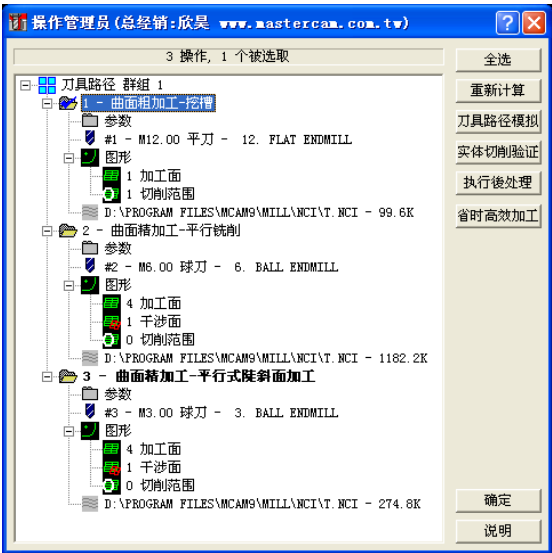

图 1-76 陡斜面加工操作管理员
- 2) 本例加工分为 3 道工序。第一步：曲面挖槽，预留量 0.3；第二步：平行铣削，预留量 0；第三步：陡斜面加工，预留量 0。其中，第一步和第二步方法与前几例基本相同，不同的是“第二步—平行铣削”采用加工面和干涉面的方法来实现，加工工序如图 1-76 所示。